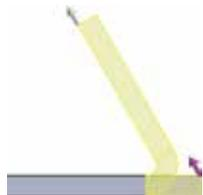

图 5.26 虚拟交点折弯
-  (虚拟交点折弯) 单选项：用于表示把折弯特征添加在虚拟交点处，如图 5.26 所示。